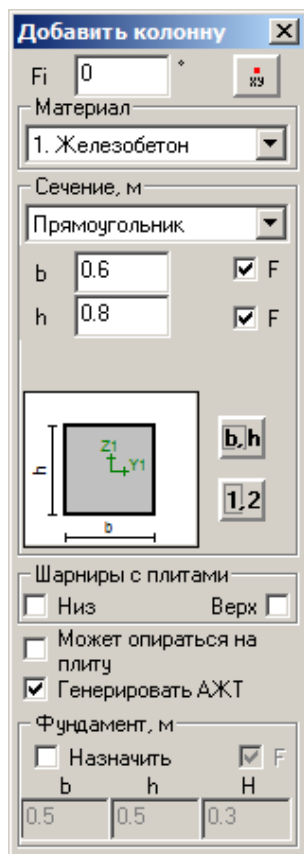

Рис.13.4.1. Окно диалога Добавить колонну
- В открывшемся окне диалога **Добавить колонну** (рис. 13.4.1) задайте следующие параметры: